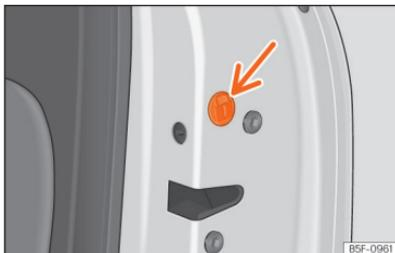

Abb. 77 Notfallsperre der Tür.
- Ggf. muss die Gummidichtung  an der Stirnseite der Tür entfernt werden **»» (Abb. 77)**.